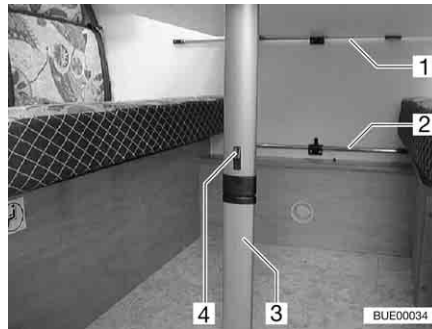

Bild 68 Hängetisch mit Knickfuß
- Arretierung (Bild 68,4) in Richtung Tischplatte schieben.
- Unteres Fußteil (Bild 68,3) um 90° umklappen.
- Hängetisch aus der oberen Einhängeschiene (Bild 68,1) aushängen.
- Hängetisch in die untere Einhängeschiene (Bild 68,2) einhängen und auf dem Tischfußgelenk abstellen.